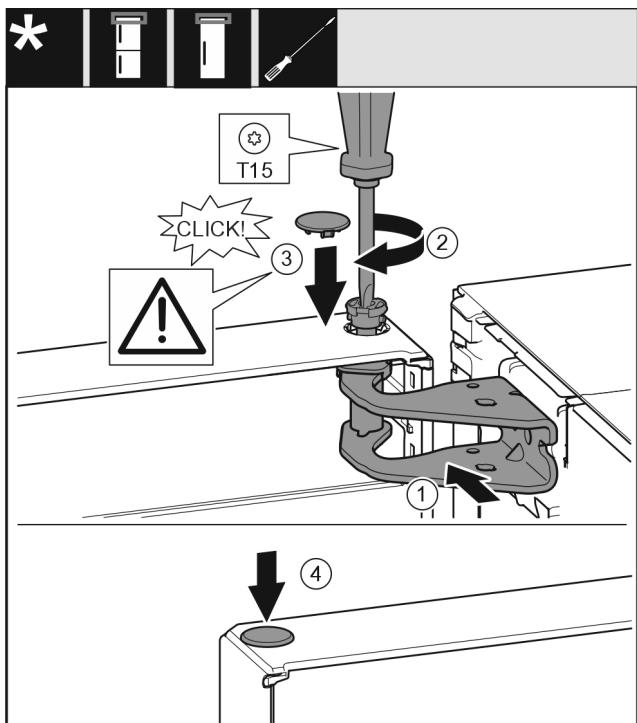

Fig. 21
- Aliniați ușa sus spre deschizătură în suportul de lagăr. Fig. 21 (1)
- Introduceți bolțul și însurubați-l ferm cu șurubelnită T15. Fig. 21 (2)
- Montarea capacului de siguranță pentru siguranță ușii: Introduceți capacul de siguranță și controlați dacă este așezat pe ușă. În caz contrar, introduceți complet bolțul. Fig. 21 (3)
- Introduceți dopul. Fig. 21 (4)